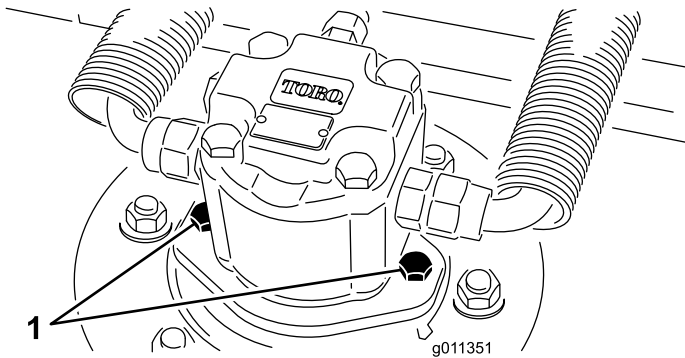

図 79
2. カッティングユニットから油圧モータを外す **図 79**。異物につかないように、スピンドル上部にはカバーを掛けておく。
3. カッティングユニットに油圧モータを取り付ける **図 79**。Oリングを忘れずに、また、損傷させないように注意して取り付ける。